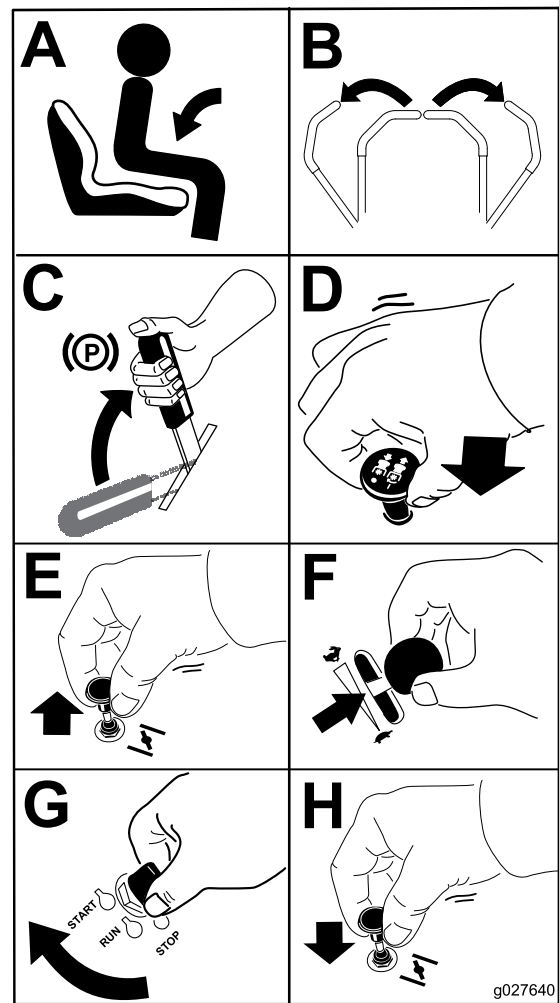

Figure 16
**Remarque:** L'usage du starter n'est généralement pas requis si le moteur est chaud (Figure 16).